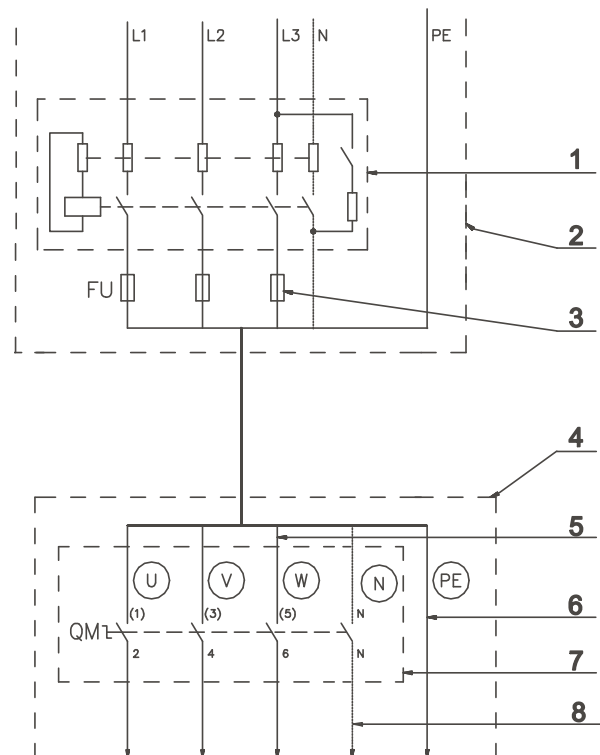

Fig. 18 Tilslutning af maskinen til elnettet (med strømbeskyttelse)
- Maskinen er konstrueret for tilslutning til elektrisk distributionsnet ifølge specifikation i Din bestilling. Inden tilslutning kontroller elektriske data anført på maskinens typeplade, om de svarer til Dit net. For hver maskine skal anvendes en selvstændig kreds. Tilslutningsmåde er beskrevet på fig. 18. I bygningens el-installation skal af sikkerhedsgrunde installeres fejlstrømsafbryder (RCD) og automatisk afbryder (vaskeriets distributionscenter). For korrekt valg – se nedenunder.